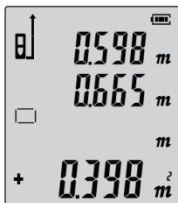

Bild 2
Betätigen Sie die „+“-Taste (2) und führen Sie die zweite Flächenmessung durch (Bild 2).